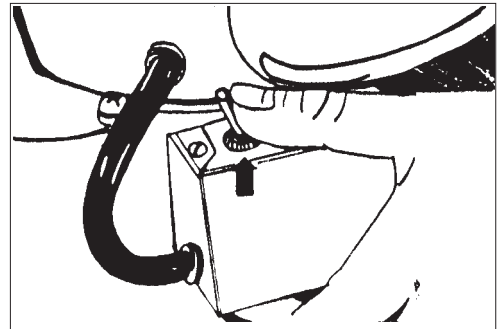

Figura 6
3. Capovolgere la macchina in modo che il cuscinetto di sabbatura non sia a contatto con il pavimento. Vedere la Figura n. 5.1. Selezionare la velocità di taglio. Selezionare la velocità alta per una sabbatura grossolana. Selezionare la velocità bassa per lavori di sabbatura di precisione o personalizzati. Vedere la Figura 6.